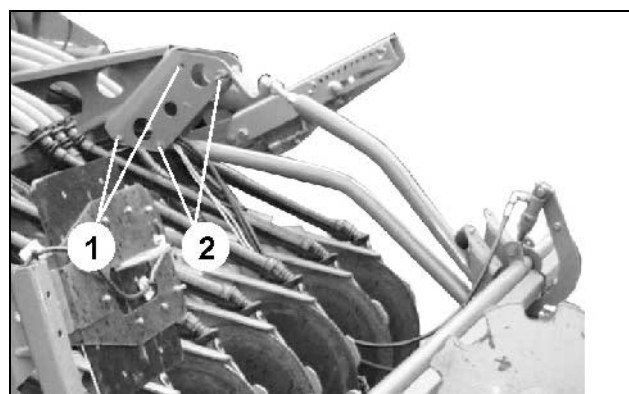

Fig. 25
- Emplear los puntos de fijación (Fig. 25/1) al usar rejillas WS o ROTEC.
- Usar los puntos de fijación (Fig. 25/2) al usar rejillas ROTEC+.